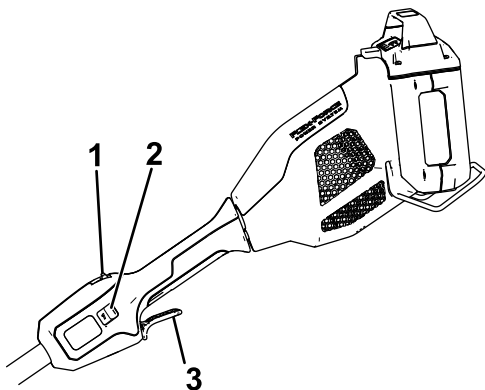

Figure 6
4. Pour mettre l'accessoire en marche, appuyez sur le bouton de verrouillage, puis serrez la gâchette de marche (Figure 6).
Relâchez la gâchette pour arrêter le coupe-bordures (Figure 6). Patientez au moins 5 secondes jusqu'à l'arrêt complet de la lame.